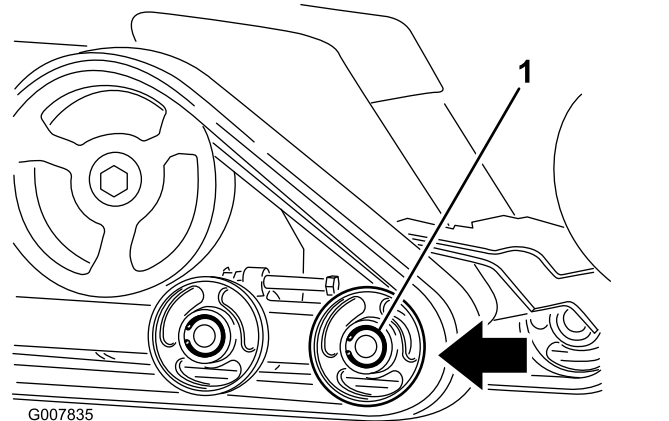

Figure 58
6. Poussez le galet de roulement avant aussi loin que possible vers l'arrière (Figure 58).
8. Lorsque la chenille est déchaussée, déposez-la de la machine (Figure 58).
9. Pour installer une chenille neuve, commencez par l'enrouler autour de la roue d'entraînement, en vérifiant que les crampons s'engagent correctement entre les entretoises sur la couronne (Figure 58).
10. Poussez la chenille sous et entre les galets de roulement arrière et central (Figure 58).